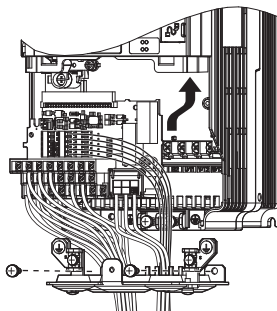

图 73 变频器的更换 (端子排的安装)
1. 完成主回路的接线后，请按照图 73 将拆装式端子排切实插入插口，并用固定螺丝固定。